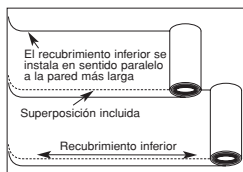

Figura 10
- El contrapiso del piso flotante está equipado con una cinta de doble faz para facilitar el encintado de las juntas precortadas traslapadas (Figura 10). Si se usa un contrapiso sin adhesivo, coloque la cinta que se incluye en todas las juntas.